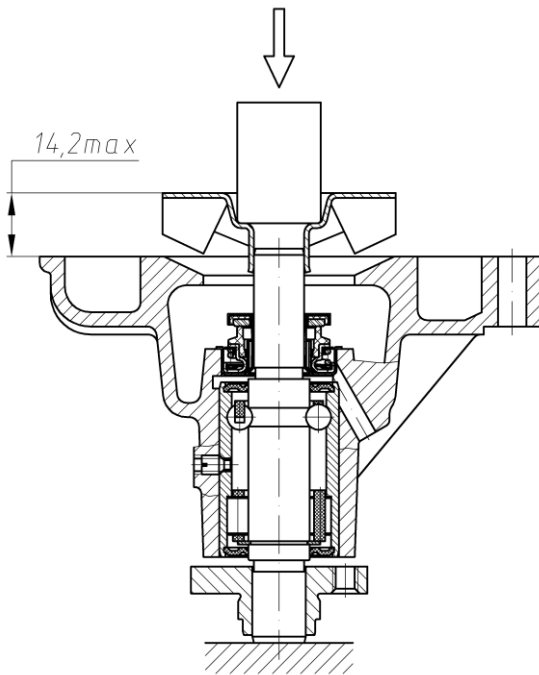

Рис.79. Напрессовка крыльчатки водяного насоса
– напрессовать крыльчатку на валик подшипника, выдержав размер между торцом крыльчатки и торцом корпуса насоса не более 14,2 мм (рис.79). **Не допускается прикладывать усилие запрессовки к обратным сторонам лопастей во избежание их деформации;**